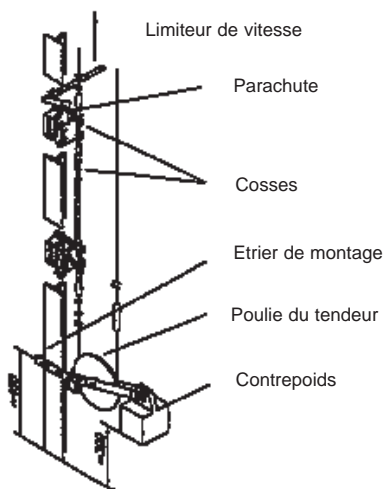

Fig. 1
- en aucun cas, le contrepoids ne doit être au contact du sol (Fig. 1) ;
- équiper la première extrémité du câble avec la cosse (Fig. 1) et la monter au parachute.
- Monter l'étrier de montage à 450 mm environ (valeur approximative ; Fig. 1) du fond du puits.